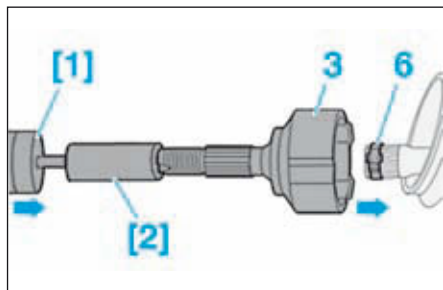

FIG.10
- Reposer le bol (3) sur l'arbre de transmission à l'aide des outils [1] et [2] (Fig.10).
- Déposer le collier de serrage (6).